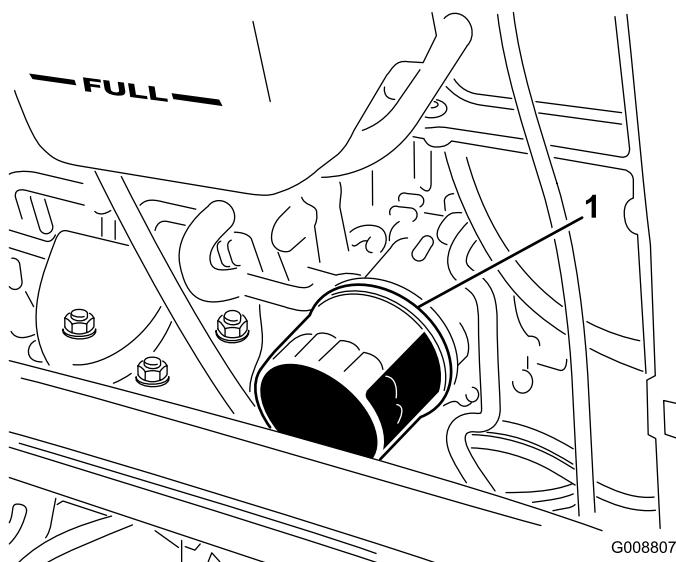

Figura 32
2. Togliete il filtro dell'olio (Figura 32). Applicate un velo di olio pulito sulla tenuta del nuovo filtro prima di avvitarla. Non serrate troppo.